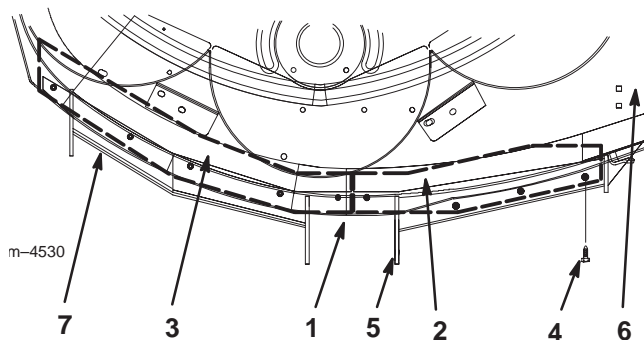

Bild 15
Hinweis: Alle Öffnungen zur Montage der Mulch-Ablenkbleche sind gebohrt (Bild 15).
- Positionieren Sie die Ablenkbleche wie in Bild 15 dargestellt.
Hinweis: Die Kanten der Ablenkbleche müssen in der Mitte zwischen den vorderen Rollenbügeln liegen (Bild 15).
- Setzen Sie die Schrauben ein und ziehen Sie sie fest (Bild 15).